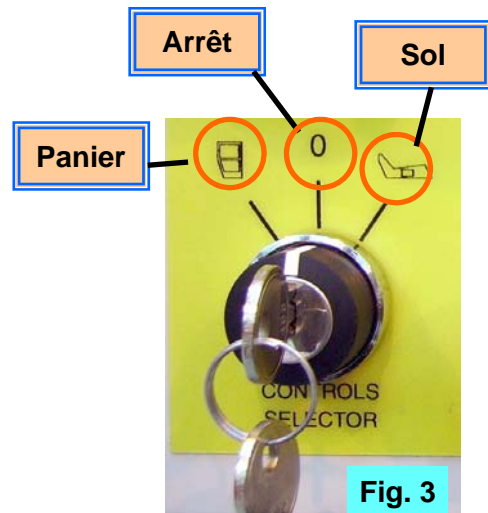

Fig. 3
3. Après avoir placé le commutateur à clé en position « Sol » (**Fig. 3**), abaisser les stabilisateurs en maintenant le bouton « Marche moteur Stabilisateurs » enfoncé (**Fig. 5**) et en actionnant les « Leviers de commande Stabilisateurs » (**Fig. 4**), jusqu'à ce que les quatre stabilisateurs soient entre 25 et 50 mm du sol.